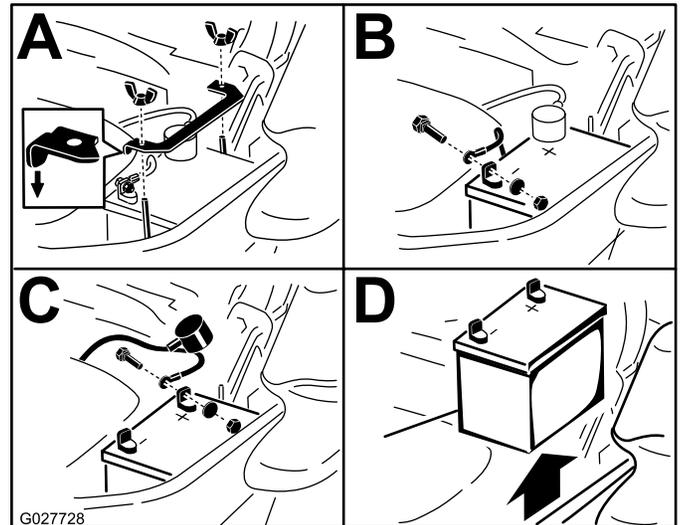

Figura 62
3. Scollegate prima il cavo negativo della batteria (nero) dal morsetto negativo (-)(nero) della batteria (Figura 62).
4. Sfilate la guaina rossa dal morsetto positivo (rosso) della batteria e togliete il cavo positivo (+)(rosso) della batteria (Figura 62).
5. Togliete il dado ad alette che fissa la fascetta della batteria (Figura 62).
6. Togliete la fascetta (Figura 62).
1. Posizionate la batteria nel vassoio, con i poli in posizione opposta al serbatoio idraulico (Figura 62).
4. Fissate i cavi con 2 bulloni, 2 rondelle e 2 dadi di bloccaggio (Figura 62).
6. Montate la fascetta e fissatela con il dado ad alette (Figura 62).